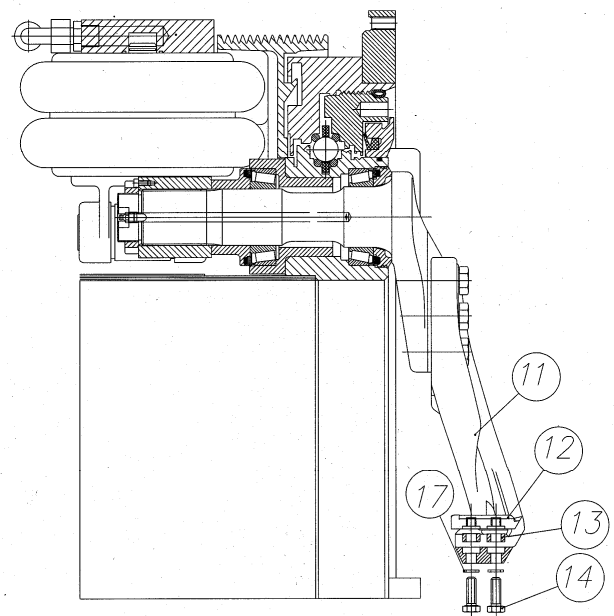

Bild 16.2.
Placera spetsen (12) i det avsedda läget på verktyget. De två skruvarna (14) samt de två brickorna (17) monteras därefter. Skruvarna drages växelvis tills det att spetsen intagit en korrekt anliggning mot verktygets säte. Slutligen momentdras de två skruvarna (14) med 114 Nm (=11,4 kpm). Se bild 16.2.